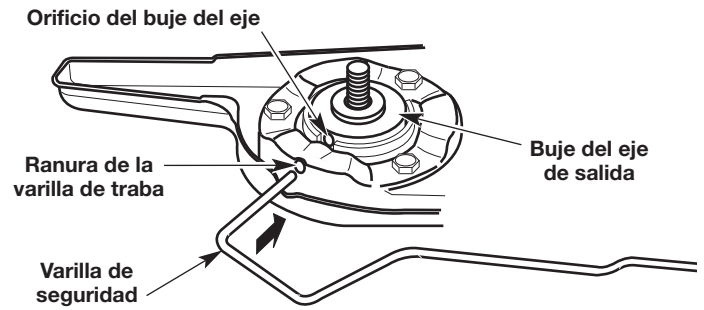
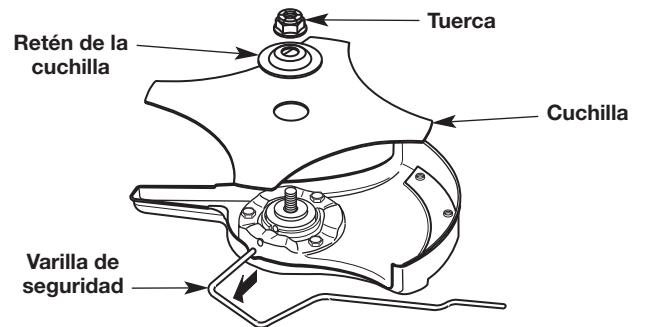

Fig. 10
Fig. 12
1. Rote la cuchilla (Fig. 12) hasta que el orificio del casquillo del eje se alinee con la ranura de la varilla de seguridad (Fig. 10).
2. Inserte la varilla de seguridad a través de la ranura de la varilla de seguridad y dentro del orificio del casquillo del eje (Fig. 10).
5. Quite la varilla de seguridad (Fig. 12).
6. Retire la retención de la cuchilla y la cuchilla (Fig. 12).
1. Rote el casquillo del eje de salida hasta que el orificio del casquillo del eje se alinee con la ranura de la varilla de seguridad (Fig. 10).
2. Rote el cabezal de corte (Fig. 15) hasta que el orificio del casquillo del eje se alinee con la ranura de la varilla de seguridad (Fig. 10).
3. Inserte la varilla de seguridad a través de la ranura de la varilla de seguridad y dentro del orificio del casquillo del eje (Fig. 10).